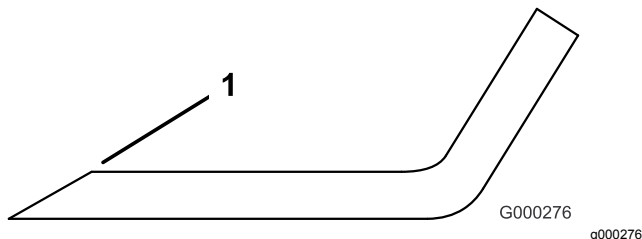

Figura 111
- Utilice una lima para afilar el filo de corte en ambos extremos de la cuchilla (Figura 111).
Nota: Si la cuchilla no está equilibrada, rebaje algo el metal en la parte de la vela solamente (Figura 111).